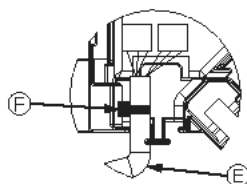

Fig. 10-10
- Umieścić obejmę mocującą przewód silnika panelu żaluzji w skrzynce złącz w sposób pokazany na schemacie. (Fig. 10-10)